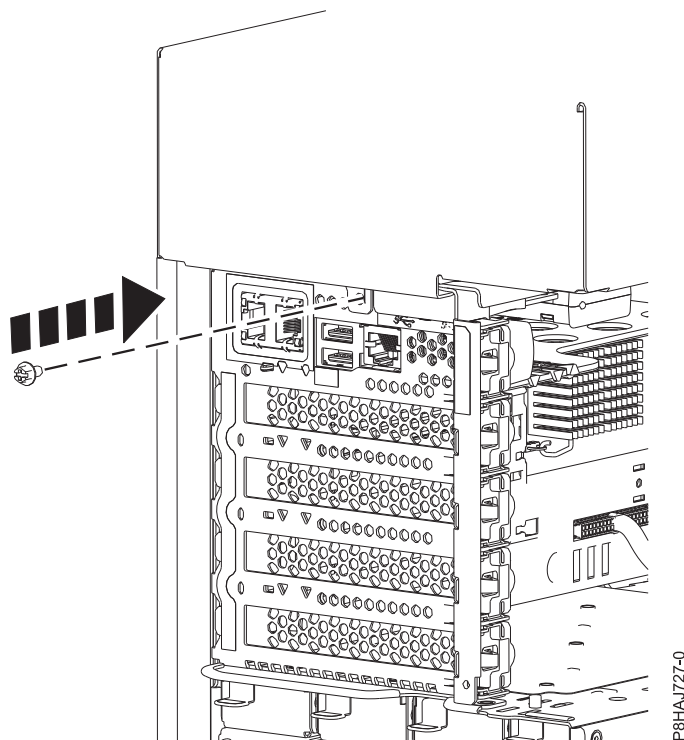

Figura 87. Col·locació del cargol de la coberta lateral model 8286-41A
5. Col·loqueu el cargol posterior de la coberta lateral amb un tornavís Phillips, tal com es mostra a la Figura 87 a la pàgina 111.